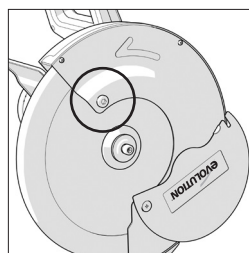

Fig. 2
- Desserrez la vis cruciforme qui maintient le carter d'arbre, puis faites pivoter le carter vers le haut pour accéder à l'arbre de la machine. (**Fig. 2**)